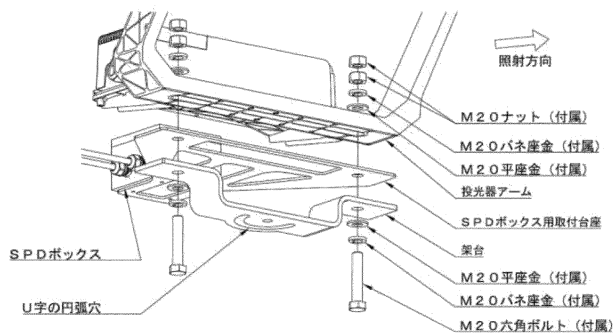

図2
②図2のように、架台とSPDボックス用取付台座を付属のM20ボルト類にて固定してください。